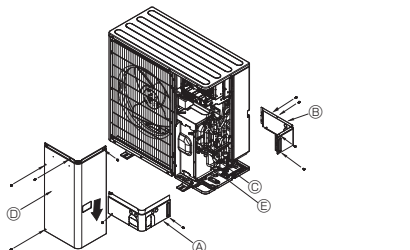

Fig. 5-3
5.3. Прокладка труб хладагента (Fig. 5-3)
- ① Подсоедините трубопроводы хладагента к устройству, предназначенному для установки внутри/вне помещения, при полностью закрытом запорном вентиле устройства для установки вне помещения.
- ② Произведите вакуумную продувку воздуха из внутреннего прибора и труб соединения.
- ③ После соединения труб хладагента проверьте соединенные трубы и внутренний прибор на наличие утечек газа. (См. 5.4. "Метод проверки герметичности трубопровода хладагента".)
- ④ Высокопроизводительный вакуумный насос установлен у сервисного порта запорного клапана для поддержания вакуума в течение соответствующего времени (по крайней мере, в течение одного часа после достижения разрежения в -101 кПа (5 торр)), чтобы обеспечить вакуумную сушку внутри труб. Всегда проверяйте степень вакуума в коллекторе манометра. Если в трубе имеются остатки влажности, степень вакуума при использовании кратковременного разрежения не достигается. После вакуумной сушки, полностью откройте запорные клапаны (и жидкостные, и газовый) наружного прибора. Эта процедура завершает соединение контуров охлаждающих жидкостей внутреннего и наружного приборов.